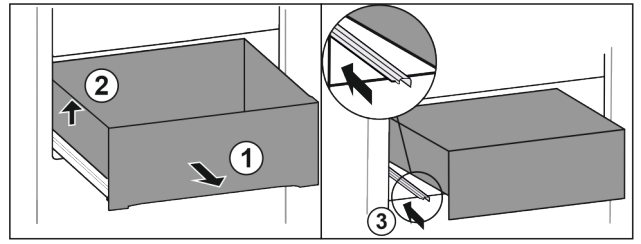

Fig. 86
- ▶ 将抽屉拉出至止挡。 Fig. 86 (1)
- ▶ 抬起抽屉左侧。 Fig. 86 (2)
- ▶ 推入左侧轨道。 Fig. 86 (3)